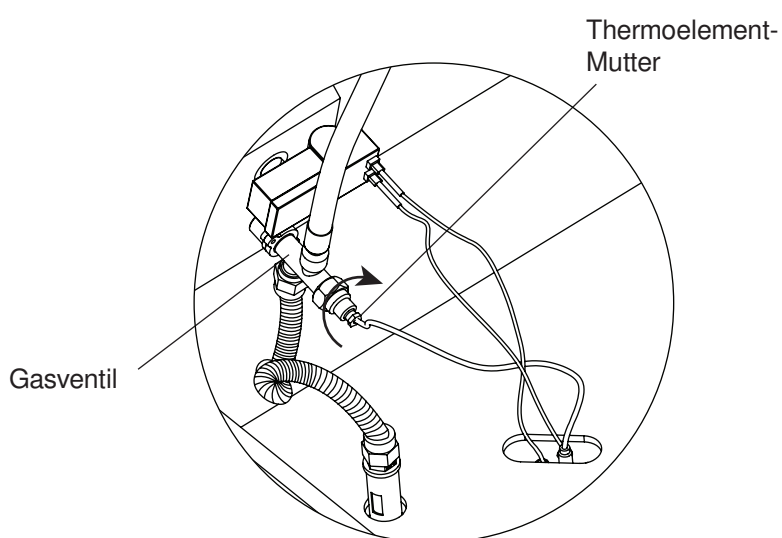

Figure 16
17. Verbinden Sie das Thermoelement mit dem Gasventil, indem Sie die Thermoelement-Mutter zunächst von Hand im Uhrzeigersinn drehen, bis sie nicht weiter gedreht werden kann. Dann mit dem Schraubenschlüssel vorsichtig weitere $\frac{3}{4}$ Umdrehungen im Uhrzeigersinn anziehen (siehe Figure 16).